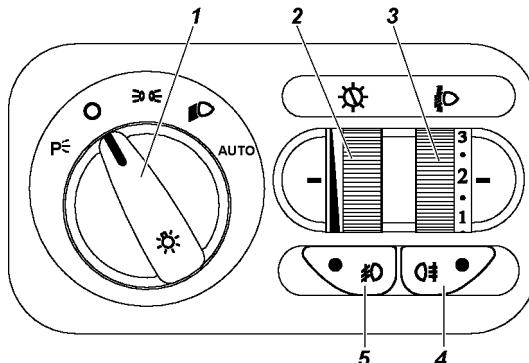

Рис. 3.2. Модуль управления светотехникой (наименование позиций см. в тексте)
**23 -модуль управления светотехникой** (рис. 3.2).
На рис. 3.2 изображен модуль управления светотехникой (МУС).